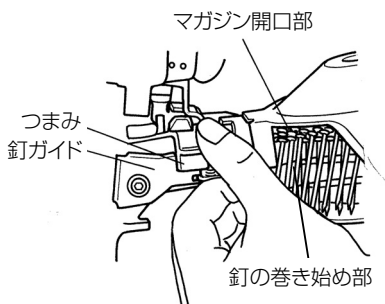

図 8
(2) 釘ガイド内に釘を装てんする
- 釘ガイドとつまみに指をかけ、つまみを下へ押ししてそのまま左へ開きます。(図8)